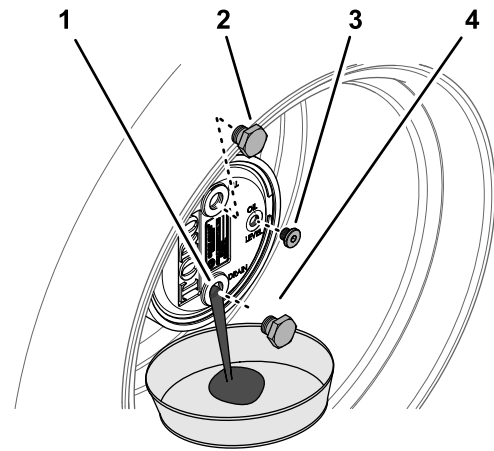

図 106
3. プラネタリハブの下にオイル回収容器を置き、6時の位置にあるドレンプラグを外してオイルを抜く 図 106。
5. プラネタリハウジングのドレン穴にプラグを取り付ける 図 106。
2. 補給プラグが時計の 12 時を指し、点検プラグが 3 時の位置を指すようにマシンを駐車する 図 106。